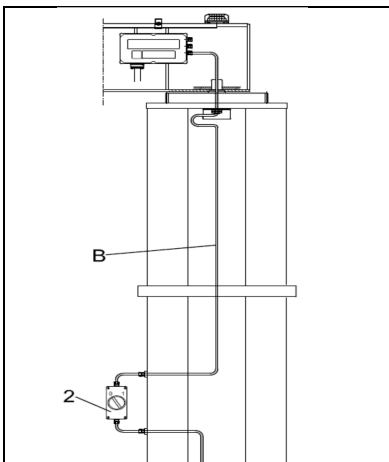

fig.42
1. Conectar directamente el cable **B** de línea a la bornera del cuadro eléctrico de mando rotación pasándolo por el agujero del perno de rotación solidario con el brazo. (fig.42)